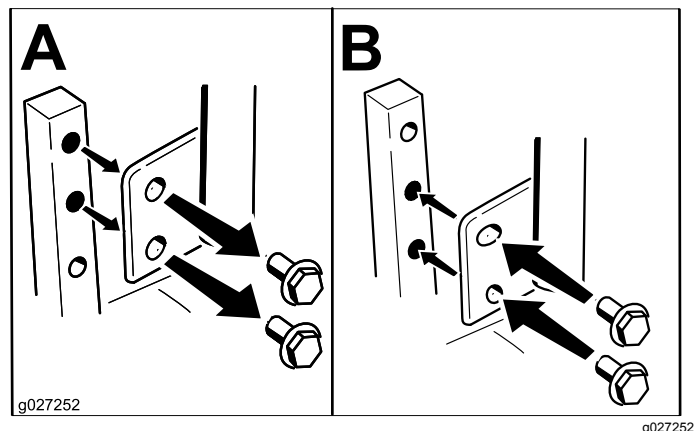

Рисунок 10
Вы можете установить рычаги управления движением выше или ниже для максимального удобства (Рисунок 10).
2. Ослабьте нижний болт только в такой степени, чтобы можно было наклонить рычаг управления вперед или назад (Рисунок 10).